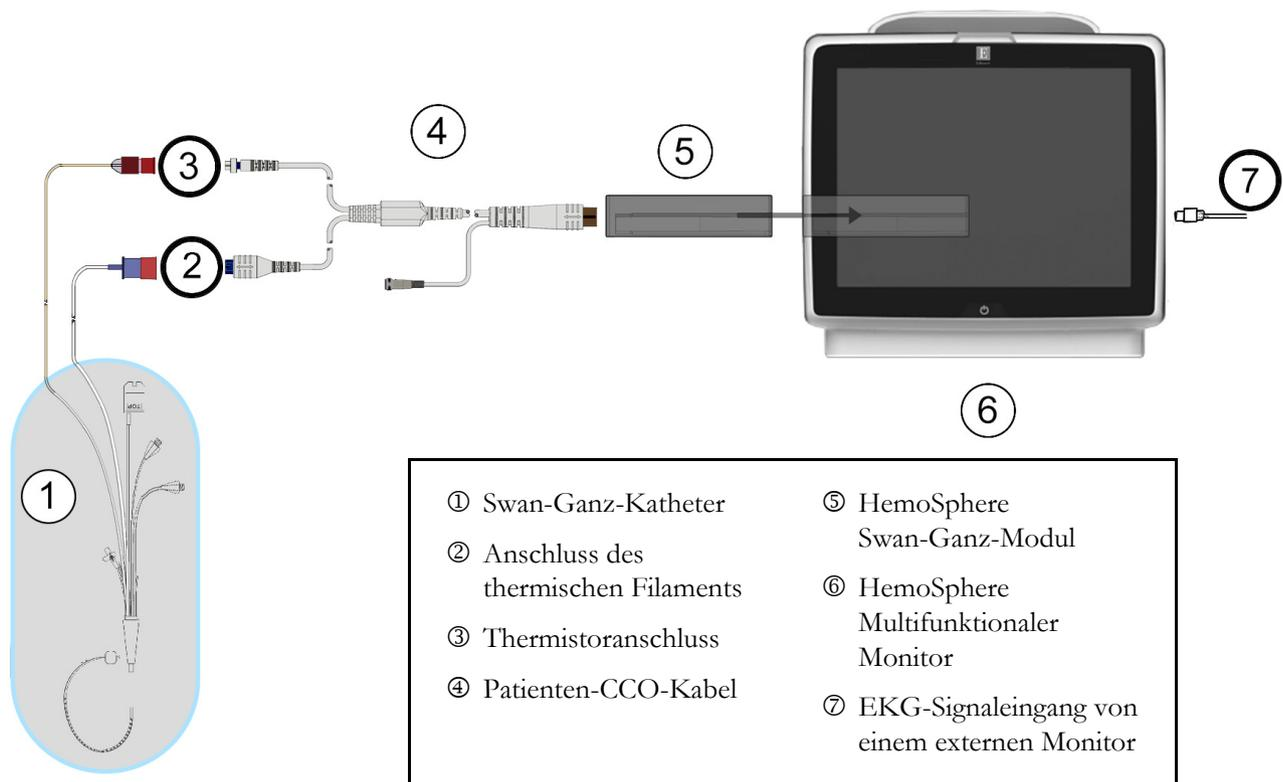

Abbildung 9-7 Übersicht der Anschlüsse für die EDV/RVEF-Überwachung
- 2 Schließen Sie das Katheterende des Patienten-CCO-Kabels an den Thermistoranschluss und die Anschlüsse des thermischen Filaments des Swan-Ganz CCOmbo V-Katheters an. Diese Anschlüsse sind in mit ② und ③ gekennzeichnete Abbildung 9-7.